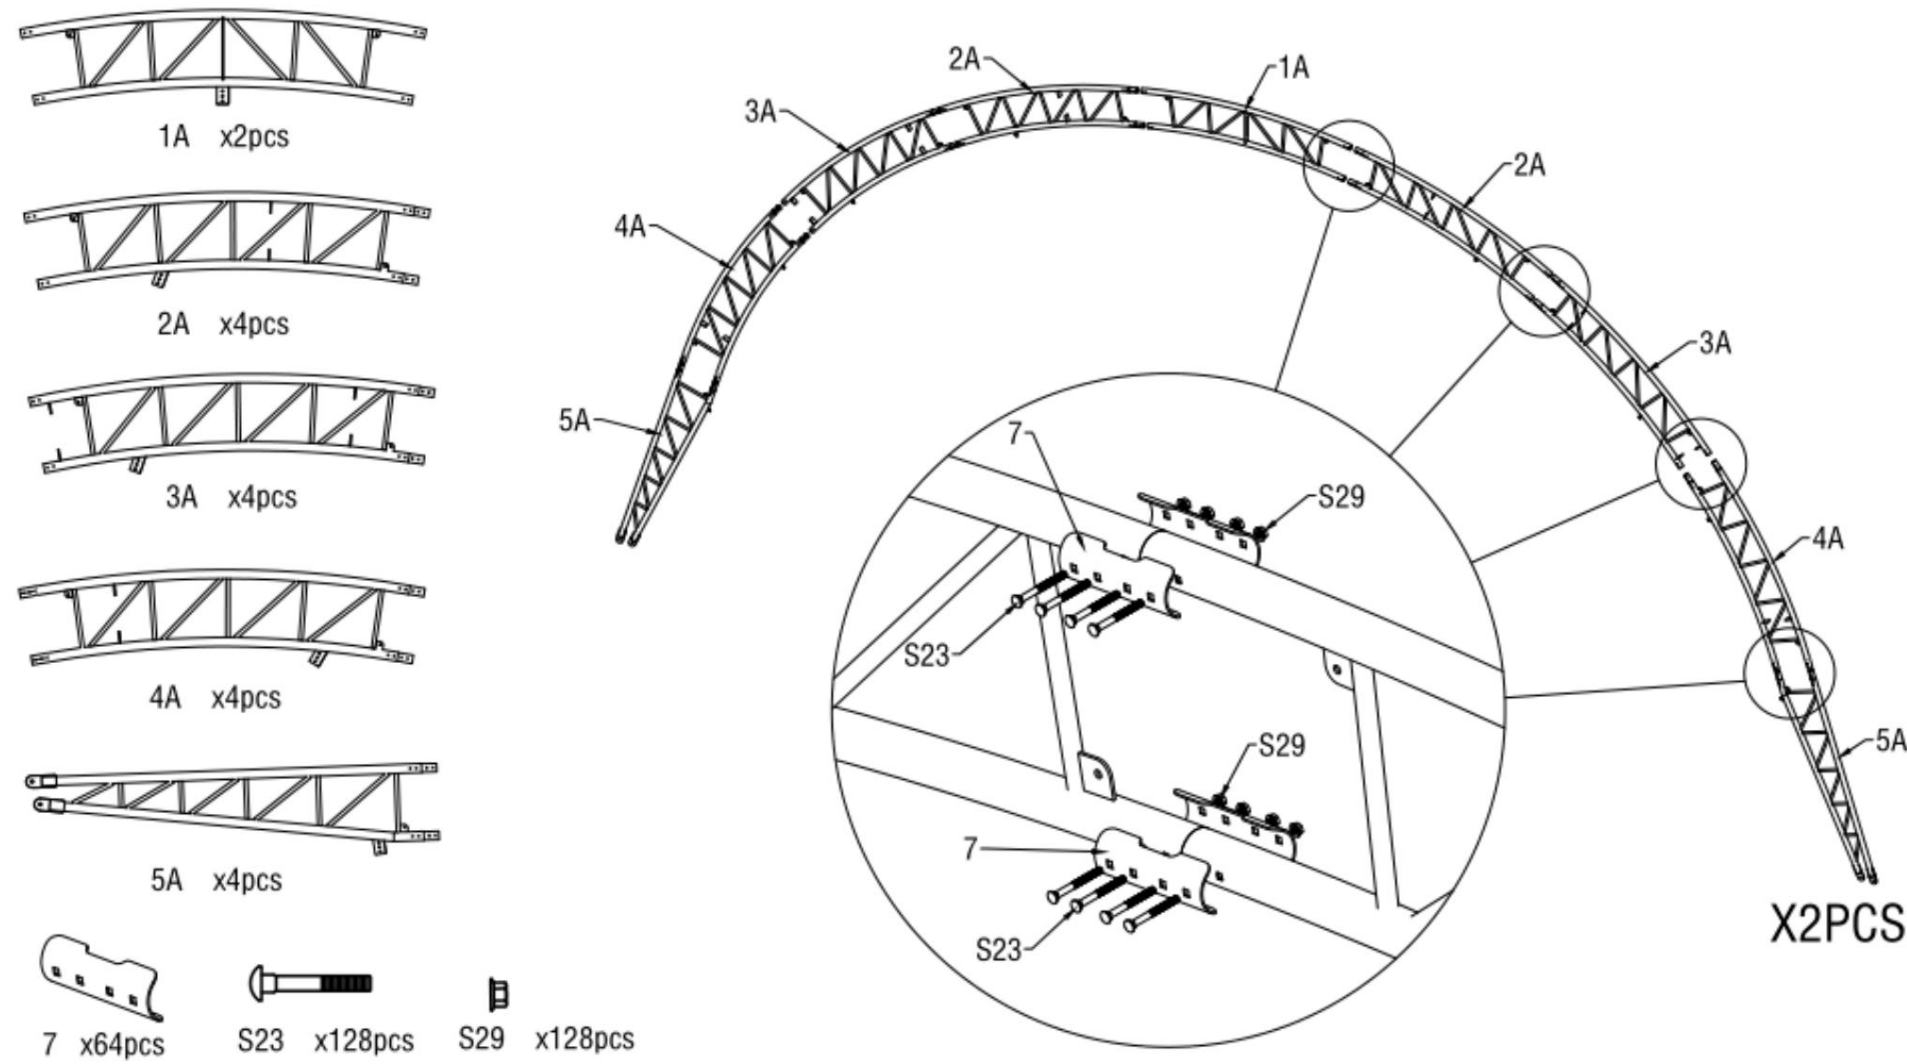

Figure 3
1. Comme le montre la figure 3, on trouve un tube de toit supérieur dans la porte avant et arrière (n° 1A), deux tubes courbés supérieurs de toit dans la porte avant et arrière (n° 2A), Deux tubes courbés centraux de toit dans les portes avant et arrière (n° 3A), deux tubes courbés inférieurs latéraux dans les portes avant et arrière (4A), deux tubes courbés inférieurs dans les portes avant et arrière (5A) et assemblez le premier groupe et le dernier groupe d'arches avec la vis M8x80 (n° S23). N'installez PAS la vis sur le dessus de la ferme où reposera le tissu.